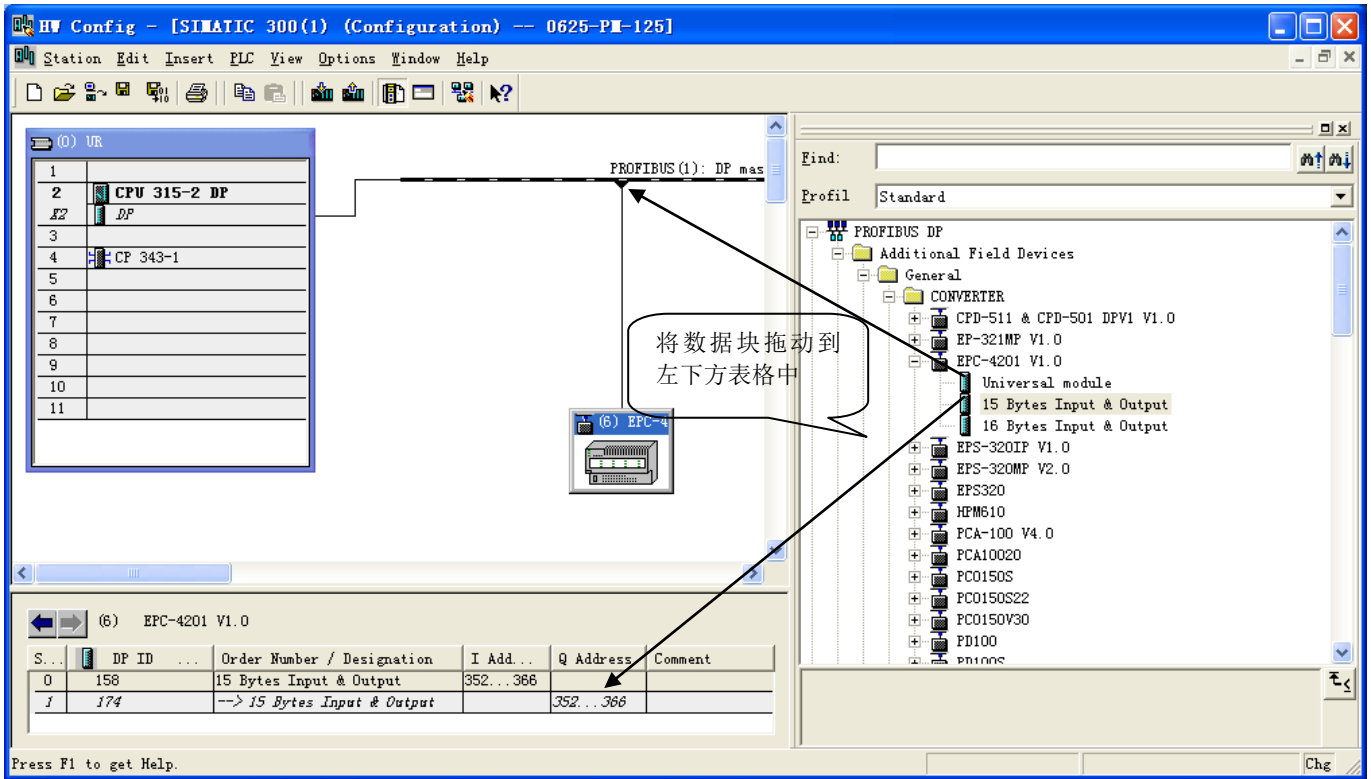

图 10
11. 将从站 EPC-4201 配入到 PROFIBUS 网络配置当中，并将输入输出数据块，映射到 S7-300 或者其它控制器的内存当中。如图 10: